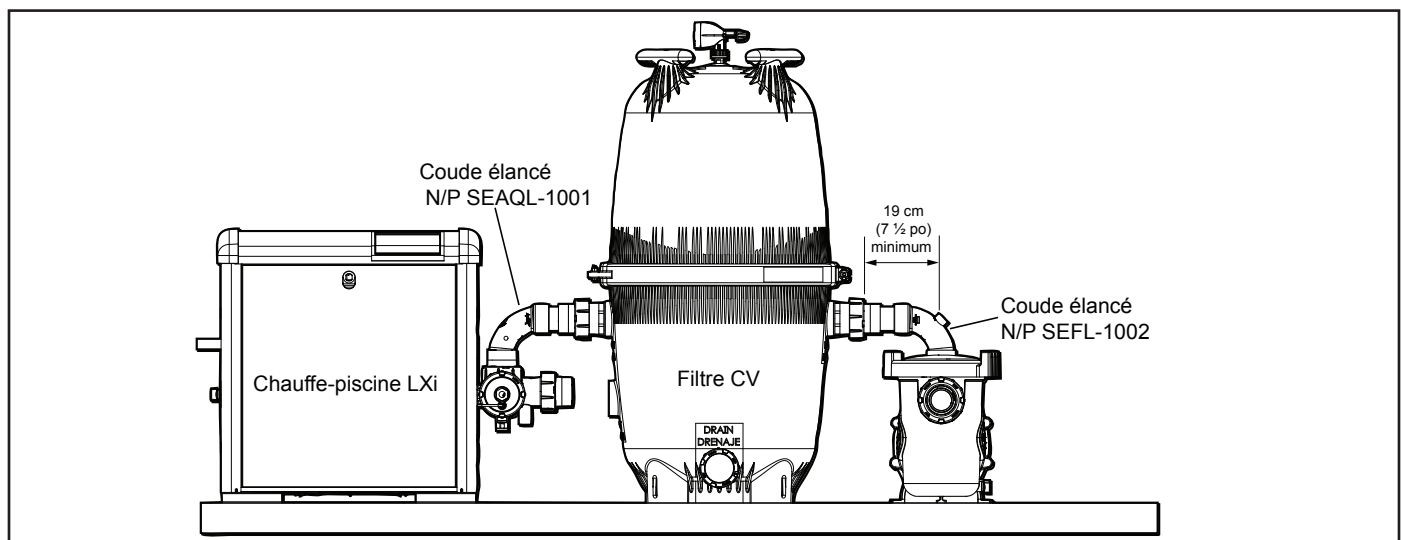

Figure 8. Chauffe-piscine LXi, Installation du filtre CV et du coude élargé de la pompe SHP
- b. S'assurer qu'il y a une distance minimale de 18,75 cm (7 ½ pouces) entre le centre de l'orifice de sortie de la pompe et la paroi du filtre d'entrée pour accueillir le(s) coude(s) élargé(s). Voir la Figure 8 pour la configuration d'installation recommandée.
REMARQUE La pompe SHP illustrée à la Figure 8 est à titre de référence seulement. Le coude élargé Jandy est compatible également avec les pompes des séries MHP et PHP.